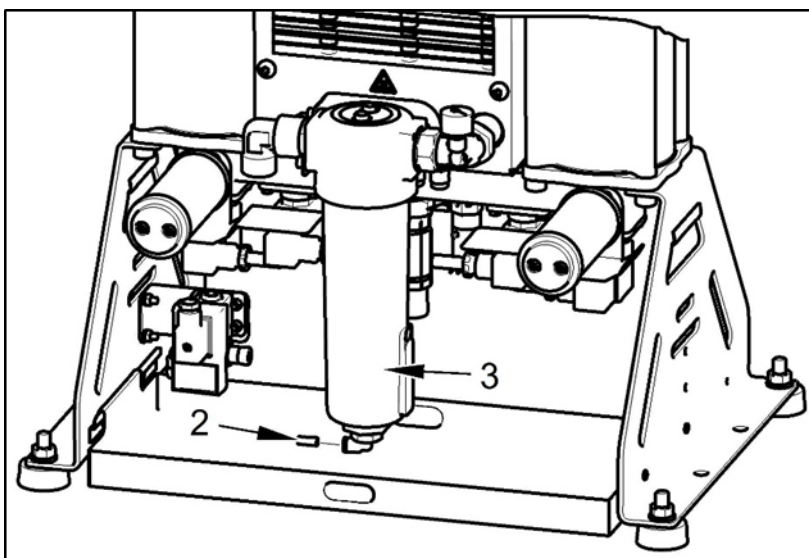

Рис. 31: Стравливание давления из охладителя и отделителя конденсата
- Отсоедините шланг (2) от нижней части отделителя конденсата (3) (Рис. 31).